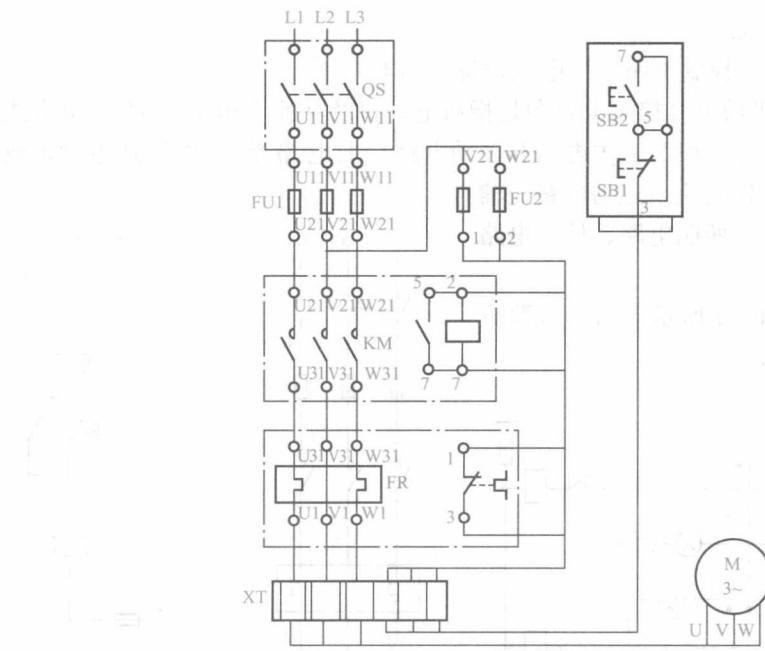

图 1-5 接触器直接起动线路的接线
(2) 图例。如图 1-5 所示, 为接触器直接起动线路的接线图。
按图 1-5 制作的单元接线表，见表 1-1。